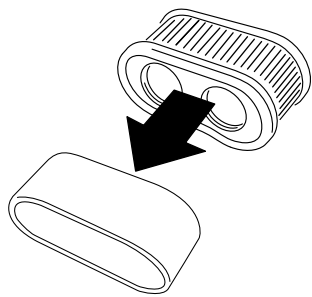

Bild 36
5. Nehmen Sie den Schaumeinsatz vorsichtig vom Papiereinsatz ab (Bild 36).